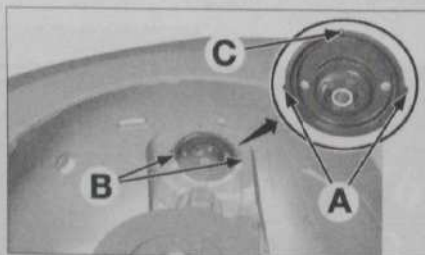

Fig. 12
- Positionner les bossages (A) du support d'amortisseur dans les embouts (B) du passage de roue (Fig.12).